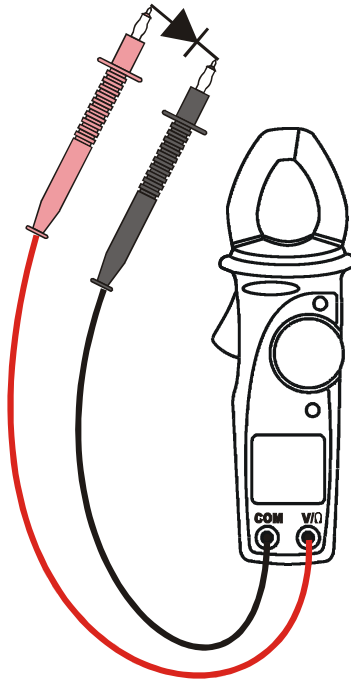

Fig. 9: Utilisation de la pince pour un test de diode
2. Insérer les câbles de test dans les prises : la fiche rouge dans la prise V/ Ω , et la fiche noire dans la prise COM, comme indiqué en Fig. 9.